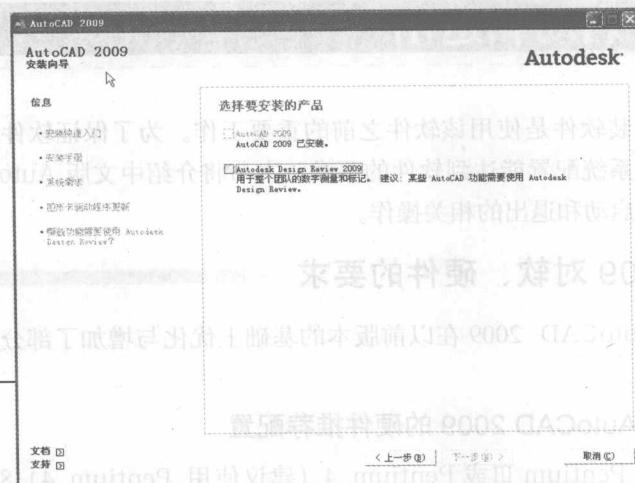

图1-2
Step 2 单击窗口中的“安装产品”开始安装，此时弹出“安装向导”窗口，如图1-2所示。